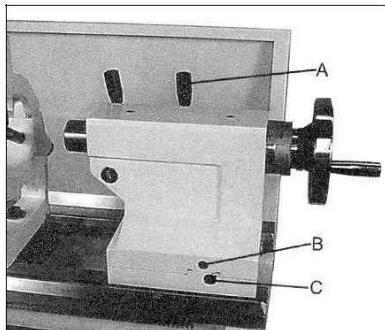

Fig 19
Zur Verstellung die Reitstock-Klemmschraube (A, Fig 19) lösen. Die Verstellschraube auf der Vorderseite herausdrehen (B) und auf der Rückseite entsprechend nachstellen.